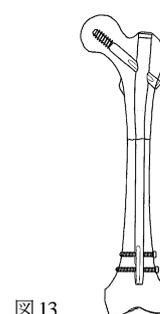

図13
- 4) 170mm ネイルの手技に従いスクリューを挿入し、エンドキャップを装着して、インプラントの状態を正面像及び軸射/側面像で確認し、縫合して終了します。(図13)